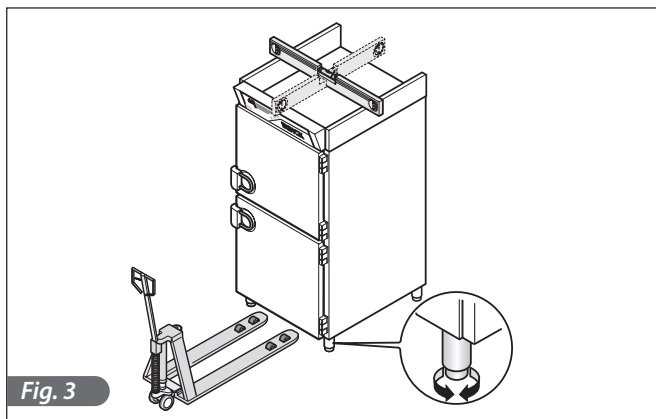

Fig. 3
- Efectúe la nivelación del aparato con las patas de regulación. Para la nivelación de las máquinas más pesadas, utilice los relativos elevadores (Fig.3).